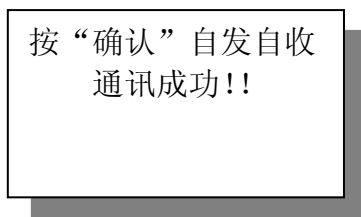

图 5.26
a) “测试通讯”：对装置的通讯功能进行自发自收测试。如图 5.26 所示：